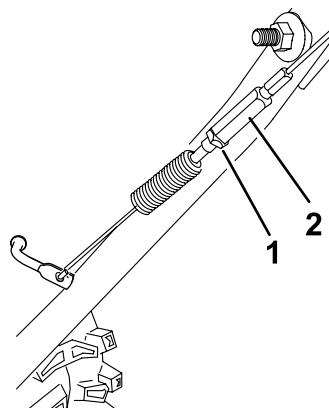

Figura 37
5. Allentate il controdado (Figura 37).
6. Allentate o serrate il tornichetto che regola la tensione del cavo (Figura 37).